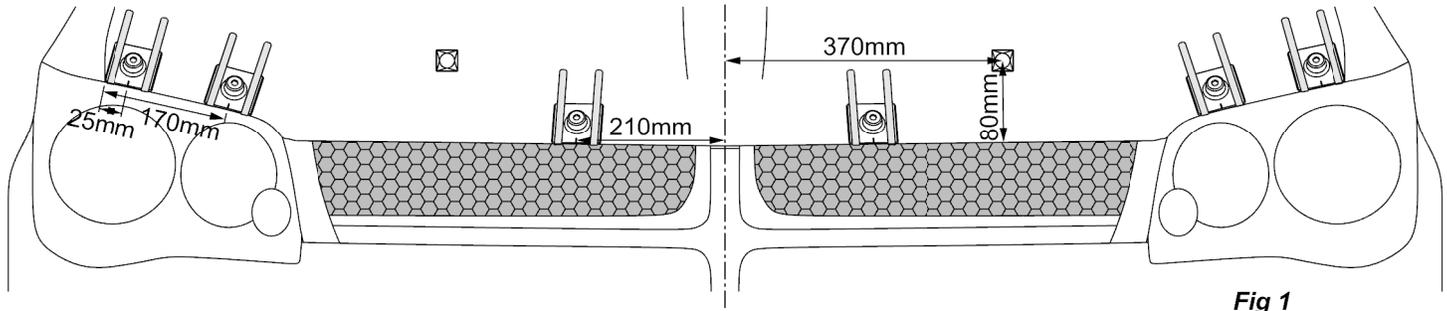

Fig 1
2. Install the 2 square bumpons in the locations shown (Fig.1)
3. Dry fit the adhesive pedestals using the supplied tape strips or masking tape to temporarily hold them in position. (Fig.1)
2. Installez les 2 butées carrées aux emplacements indiqués. (Fig 1)
3. Ajustez à sec les socles adhésifs à l'aide des bandes adhésives fournies ou du ruban de masquage pour les maintenir temporairement en position. (Fig 1)